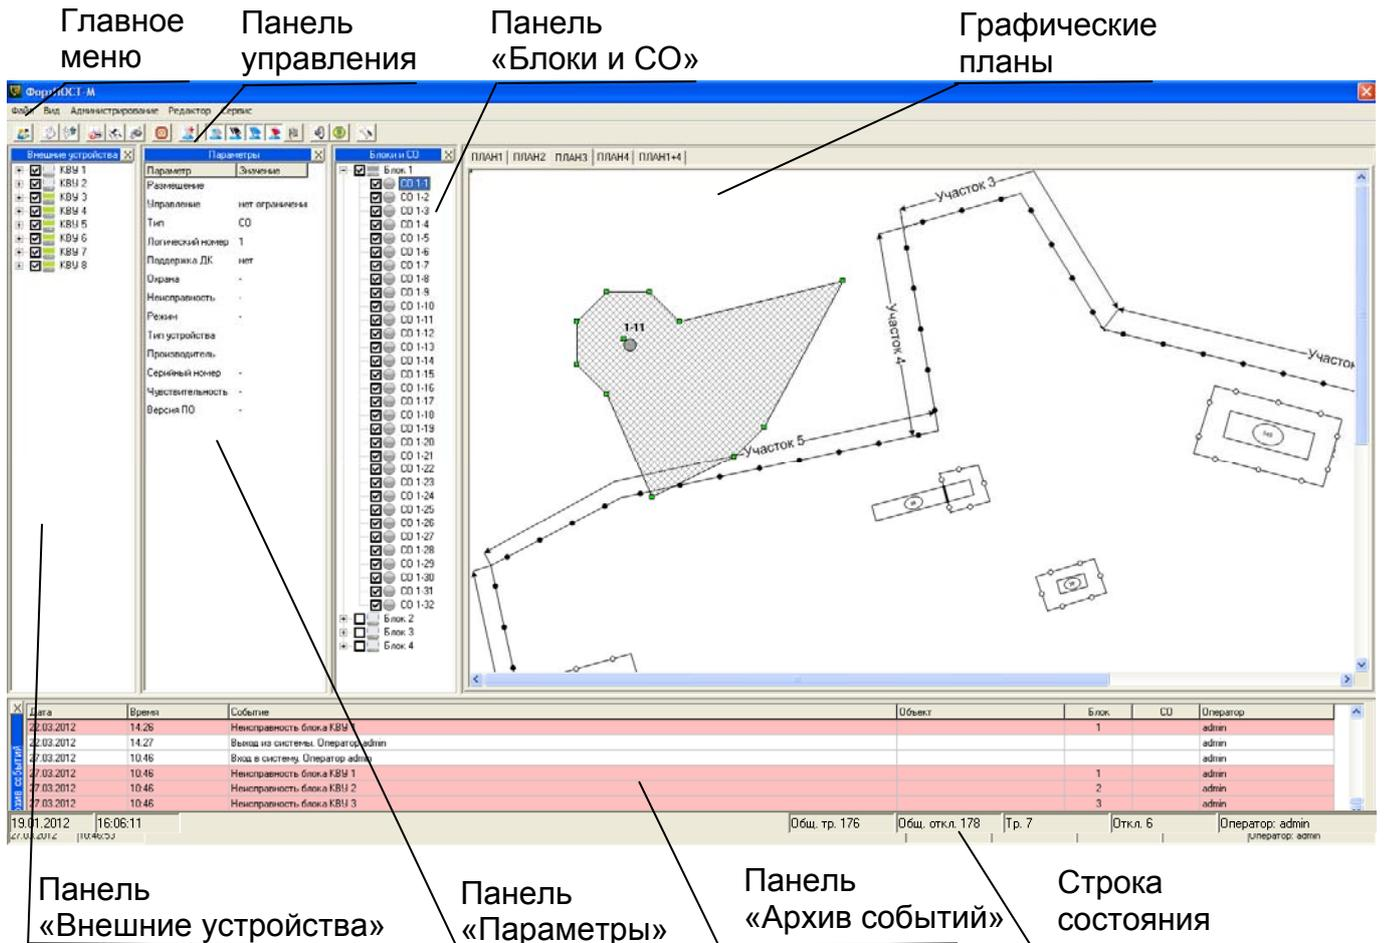

Рисунок 5.1
Введите логин и пароль оператора или администратора системы (система поставляется с логином администратора «admin» и паролем «111»), после верного ввода логина и пароля основное окно системы (рисунок 5.1).
- в основном окне программы (рисунок 5.1) в панели «Внешние устройства» установите наличие необходимых блоков КВУ(смотри пункт 9 настоящего руководства);